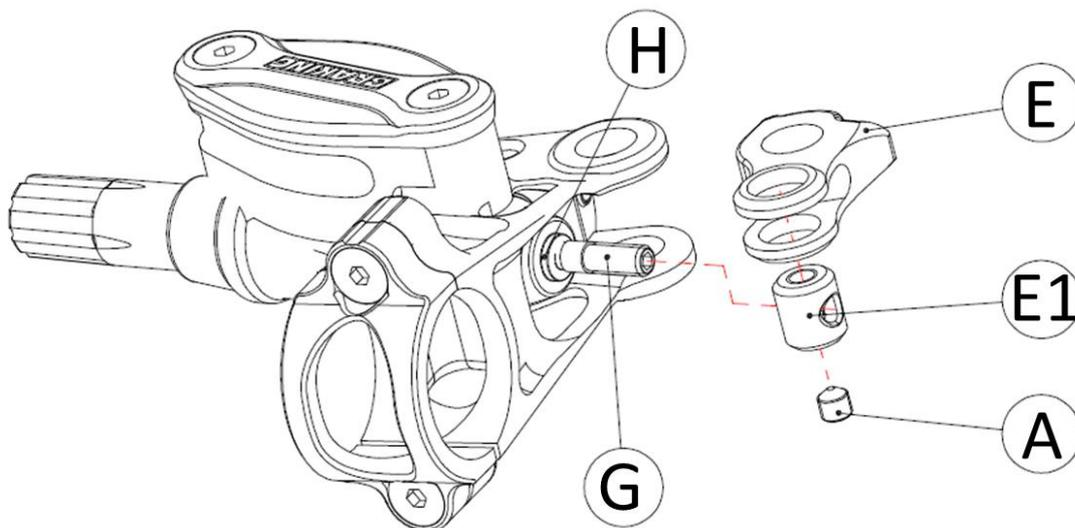

Figura 25: Smontaggio Link per sostituzione
- 3) Con una chiave 2mm per inserti esagonali, svitare il grano **A**, posto nella parte inferiore della boccola link **E1**, come indicato in **Figura 25**
- 4) Con una chiave 2mm per inserti esagonali, svitare completamente lo spingipistone **G** dalla boccola link **E1**, lasciando il gommino parapolvere **H** calzato sulla cartuccia, e lo spingipistone **G** inserito nel gommino parapolvere **H** (**Figura 25**). La boccola link **E1** cadrà in seguito alla rimozione dello spingipistone; si faccia attenzione a lavorare su di un piano ben illuminato per evitare di perderla